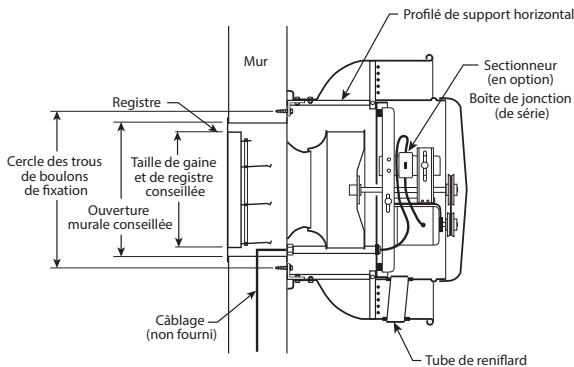

Figure 5
8. Rattacher la tourelle sur la plaque de fixation. L'appareil doit être orienté de telle façon que le tube de reniflard pointe vers le bas. Voir la Figure 5.
9. Guider le conduit électrique à travers le trou dans le compartiment moteur. Enfiler les profilés de support horizontaux sur les agrafes de fixation d'angle de la plaque de fixation jusqu'à aligner les trous de la virole et des agrafes. Remonter la visserie déposée à l'étape 1 et serrer. Voir la Figure 5.